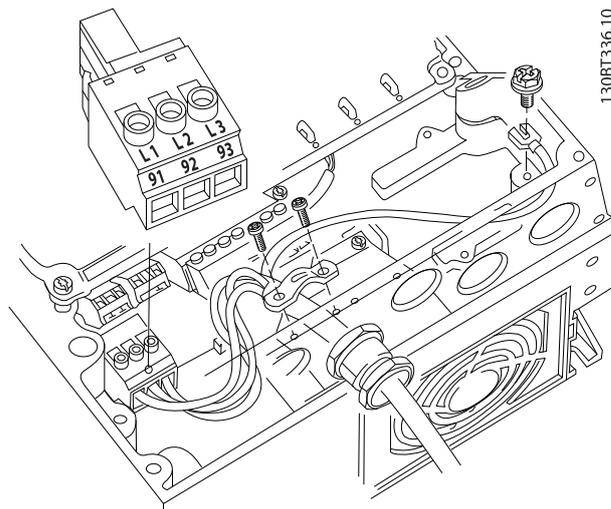

Abbildung 3.19 Netzanschluss
- Schließen Sie die 3 Phasen des Netzeingangs an die Klemmen L1, L2 und L3 an (siehe *Abbildung 3.19*).